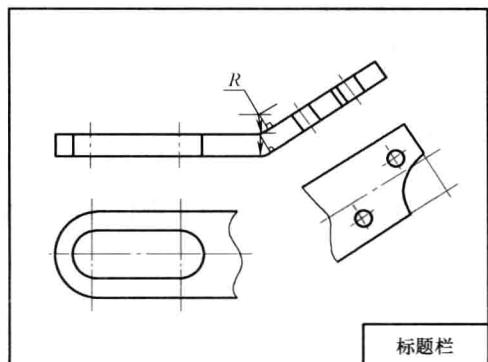

图 1-10 完成左右两部分连接
4) 用半径为  $R$  的圆弧, 完成图样中左右两部分的连接和其他一些细部结构, 如图 1-10 所示。